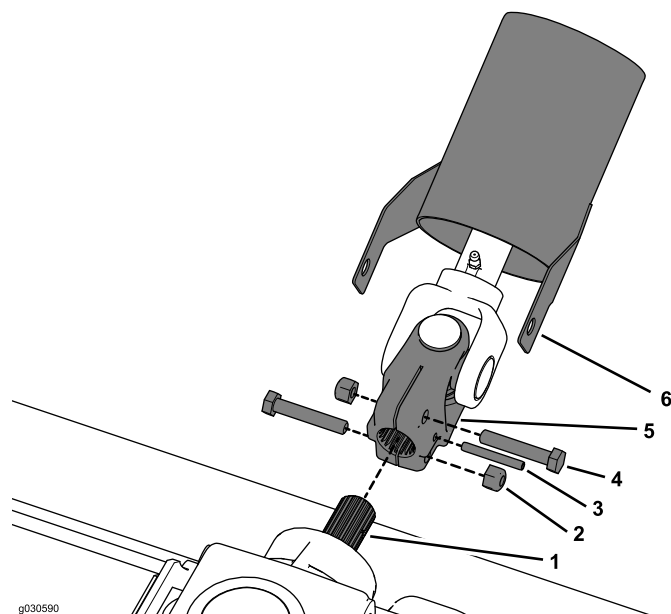

図 21
4. エンドヨークをギアボックスのスピンデルシャフトに固定するボルト 5/16 x 1-3/4 インチ 2本、平ワッシャ、ロックナット、ロールピンを使用する 図 21。